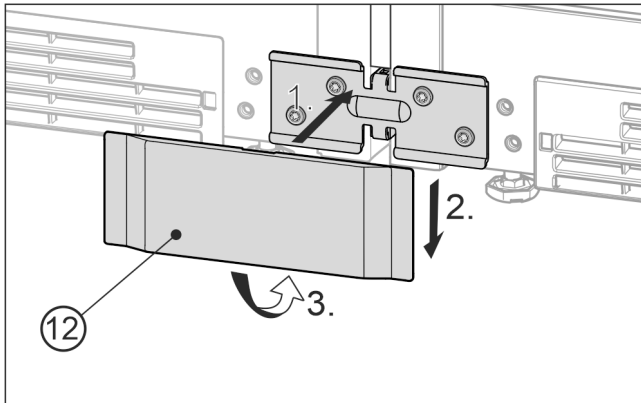

Fig. 24 Illustrationen är ett exempel
- Sätt fast den nedre täckplattan *Fig. 24 (12)* framifrån på vinkeln *Fig. 24 (1)*, för den nedåt *Fig. 24 (2)* och lås fast nedtill *Fig. 24 (3)*.